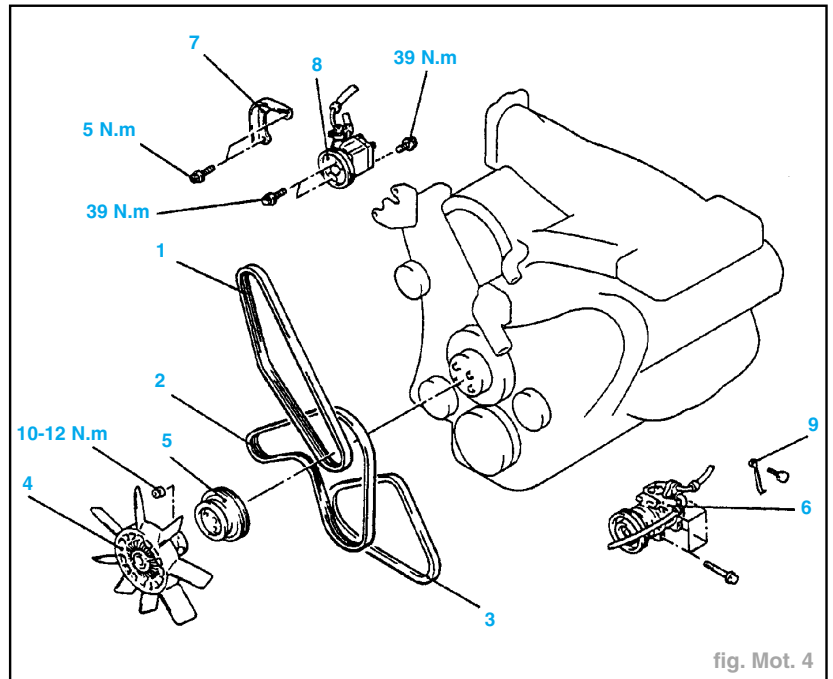

fig. Mot. 4
- Déposer (fig. Mot. 4 et 5) :